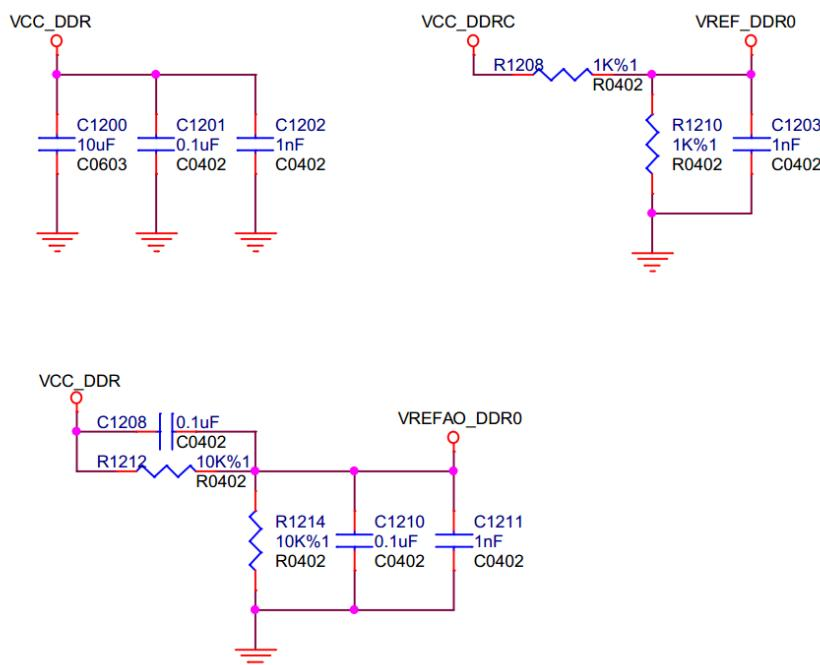

图8-5
- 参考电源分压电阻请确保使用精度 1% 的电阻。VREF_DDR 电源在休眠时可关闭，两个分压电阻为 1K；VREFAO_DDR 电源在休眠时不可关闭，故采用 10K 的分压电阻以降低功耗，为保证电源的跟随特性，电阻需要分别并联 0.1uF 电容，如图 8-5 所示；